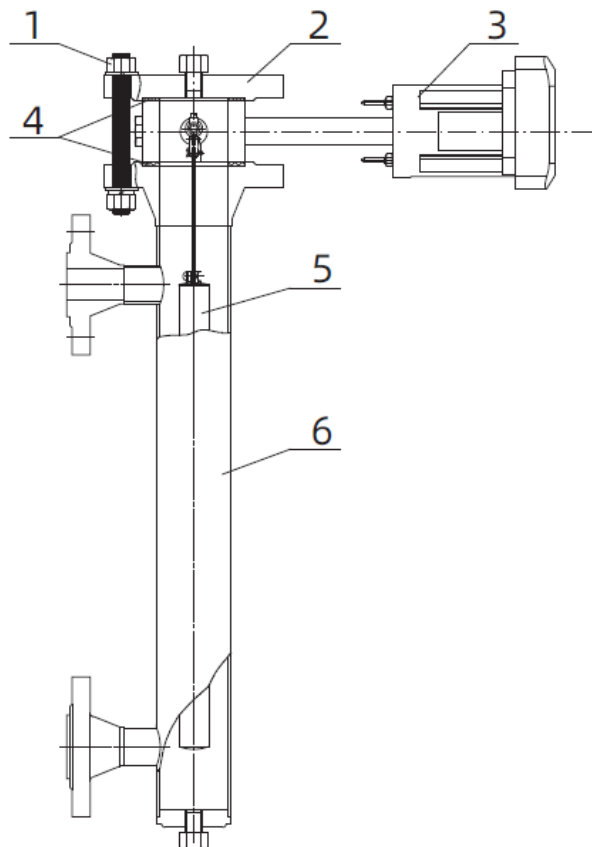

图 1 产品结构
2.1 产品主要结构-图 1
6.2.1 安装测量室时，外筒侧法兰轴线必须垂直于水平面，如果 ZTD 智能浮筒发讯器与其余零件是分体包装的，则按图 1 所示各零件位置安装，如果已经整体安装，则按 6.3.5 操作。